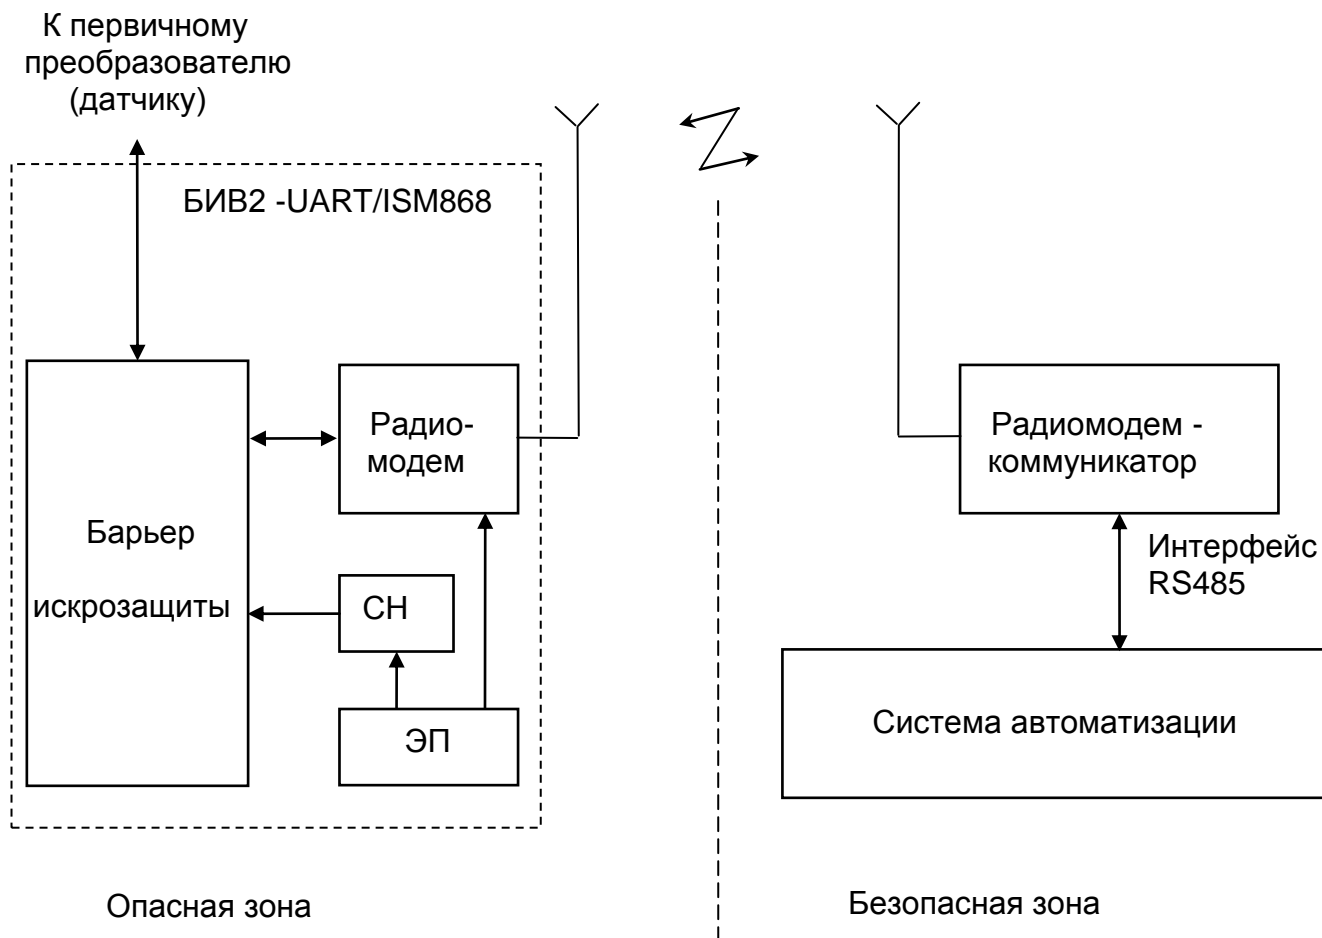

Рисунок 2 - Функциональная схема беспроводного интерфейса на базе БИВ2.
4.2.2 Функциональная схема блока БИВ2 и дополнительные устройства, реализующие беспроводное подключение датчика к интерфейсу RS485, показаны на рис. 2.